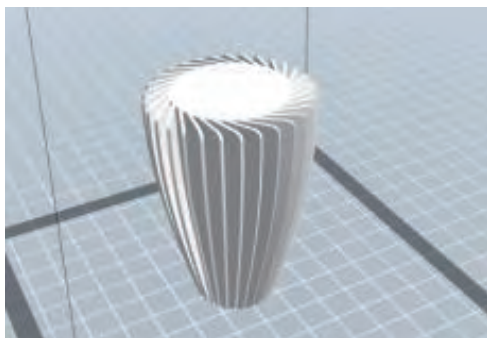
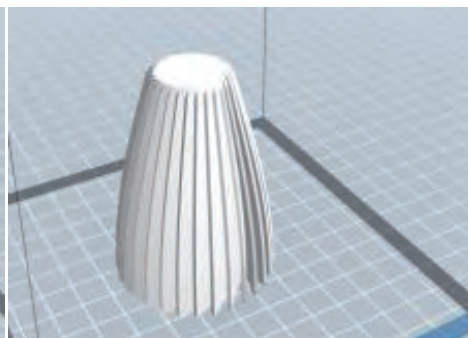

図 8-17
図 8-18
③（図 8-17）のように面積が広い部分と反対に狭い部分があるモデルでは、広い部分を床面に配置することをお勧めします。（図 8-18 参照）